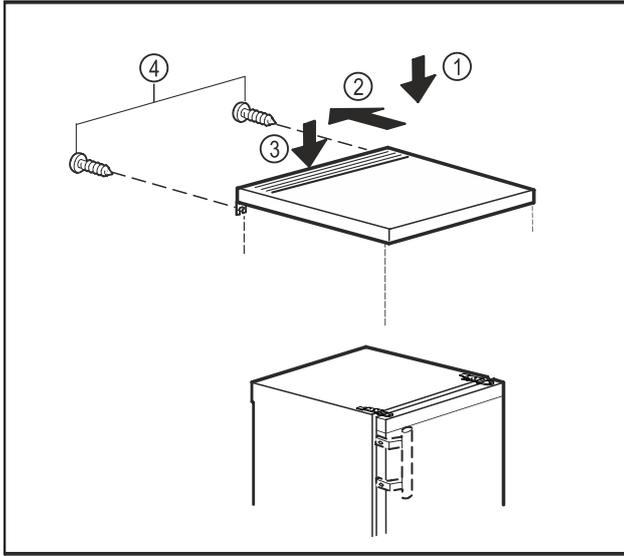

Fig. 11
- ▶ Poser le plateau de table sur l'appareil. Fig. 11 (1)
- ▶ Pousser le plateau de la table vers l'arrière. Fig. 11 (2)
- ▶ Appuyer le plateau de la table à l'arrière vers le bas. Fig. 11 (3)
- ▶ Serrer les vis à l'arrière. Fig. 11 (4)